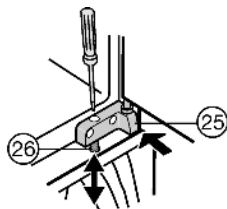

Fig. 13
- ▶ Выставьте устройство по высоте: при помощи регулировочных винтов *Fig. 13 (26)* в кронштейнах *Fig. 13 (24, 25)*.